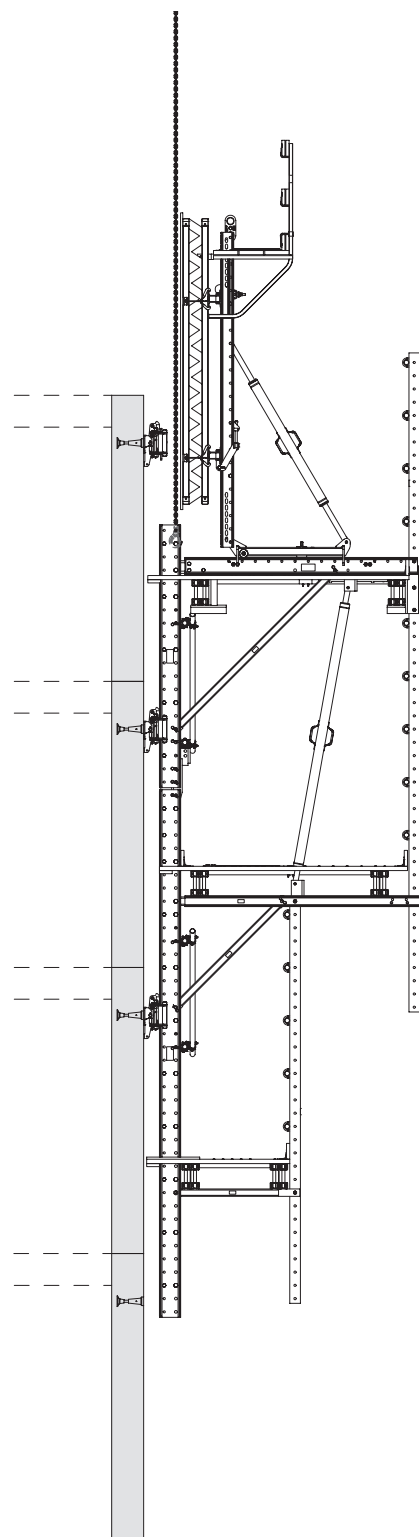

Fig. B6.03
- se è fissata alla guida di ripresa con 2 occhi gru BR-2 2,5 t (8), è di 5 t totali max.
- se è fissata direttamente ai distanziatori nelle guide di ripresa 2 x 5 t, è di 10 t max. (Fig. B6.03)